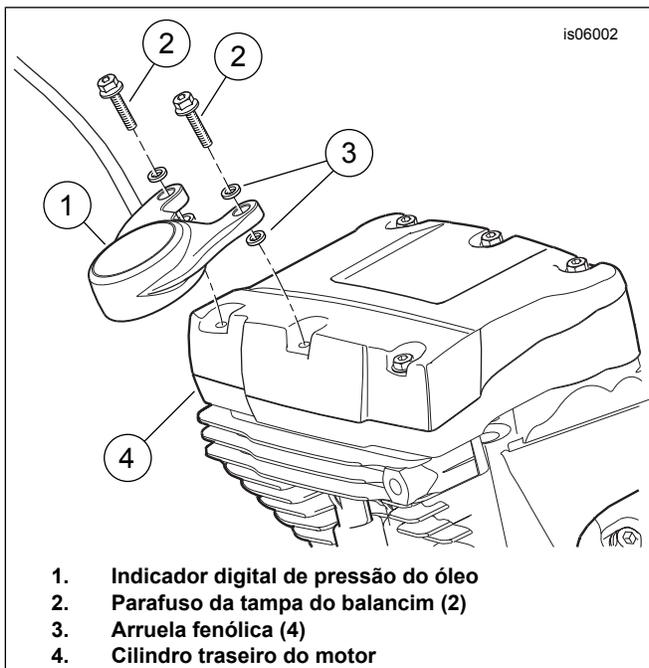

Figura 2. Instalação do indicador digital de pressão do óleo
5. Veja Figura 2. Vá para o cilindro (4) traseiro do motor. Remova e descarte os dois parafusos da tampa do balancim (2) direito na extremidade traseira. Limpe o agente veda-rosca antigo dos furos rosqueado.
6. Pegue o indicador digital de pressão do óleo (1), dois parafusos hexagonais flangeados e quatro arruelas isoladoras (3) do kit. Coloque uma arruela nas rosas de cada parafuso. Insira os parafusos através dos furos de montagem do indicador como mostrado. Coloque uma segunda arruela nas rosas de cada parafuso.